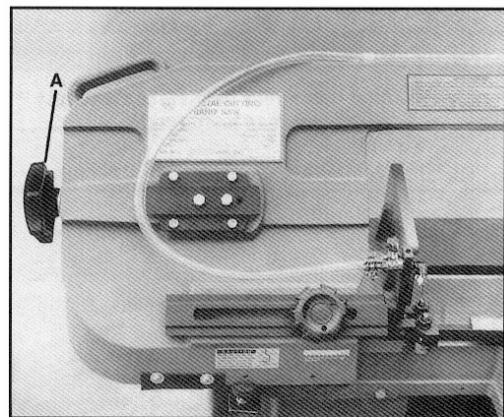

Fig. 9
3. Draai de spanningsknop (A, Fig.9) één en driekwart tot twee keer rond in wijzerzin. Dit komt ongeveer overeen met 800 kg lintzaagspanning.